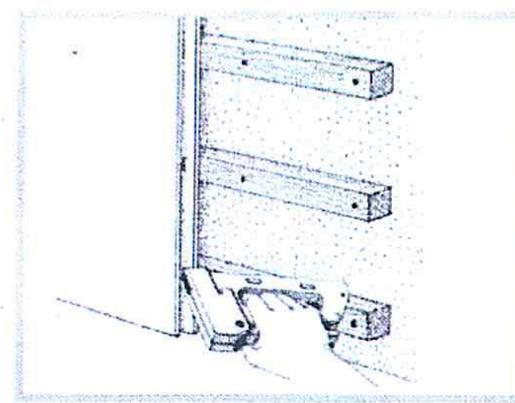

Рис.10
- меняется способ крепления панели со стороны «паза» по п.3.4.4. Крепление панели со стороны «паза» к каждому бруску обрешетки должно производиться П-образными скобами с помощью строительного степлера, как показано на рис.10.